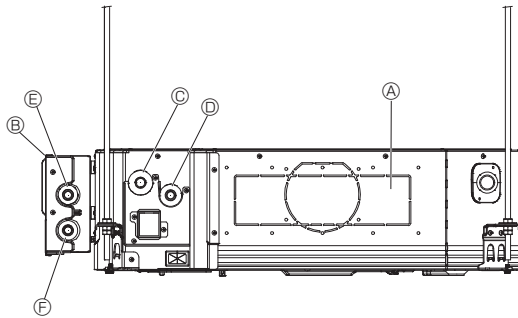

Fig. 4-10
1. İç ünitenin çıkış borusunu Ⓓ, VALF KİTİ'NİN giriş borusuna Ⓔ Ø22 boru (yerel olarak temin edilir) ile bağlayın. (Fig. 4-10)